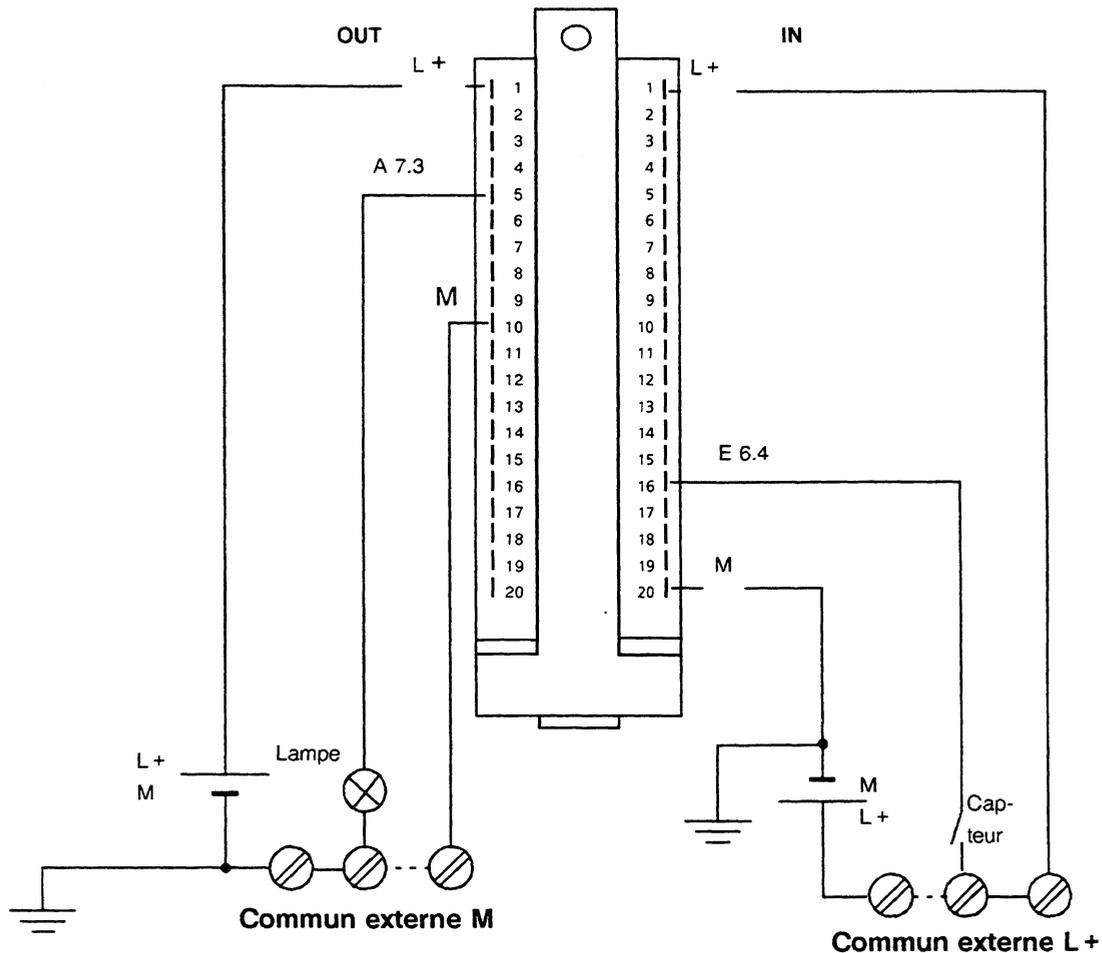

Fig. 3.17 Exemple de raccordement d'un capteur et d'une charge au module d'entrées/sorties TOR 482
**Exemple :** L'adresse de début du module est 6.0. Les entrées et les sorties ont la même adresse de base. Un capteur est branché à l'entrée 6.4, et une lampe à la sortie 7.3. Le branchement au connecteur frontal est représenté à la figure 3.17.